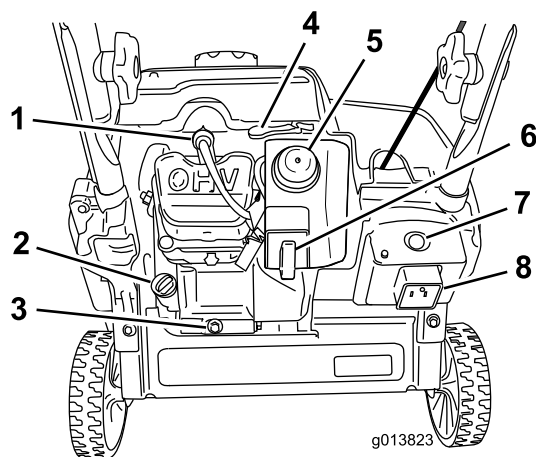

Figure 11
2. Nettoyez la surface autour du bouchon de remplissage d'huile (Figure 11).
3. Nettoyez la surface autour du bouchon de remplissage d'huile (Figure 11).